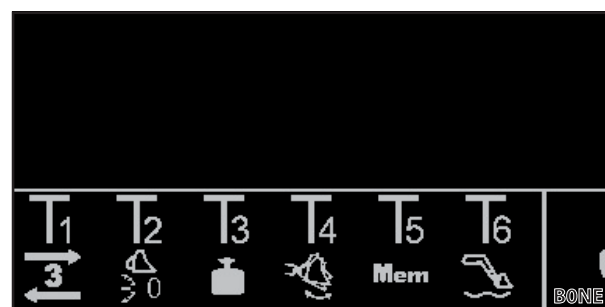

Fig. 32 Voorbeeld knopbezetting
- (1) Knop Tx () op de joystick ingedrukt houden.
**i** Welke knop moet worden ingedrukt, hangt af van de betreffende knopbezetting. In Fig. 32 is het bijv. knop T2.
- (2) Knop Tx () loslaten zodra de nulpositie bereikt is.